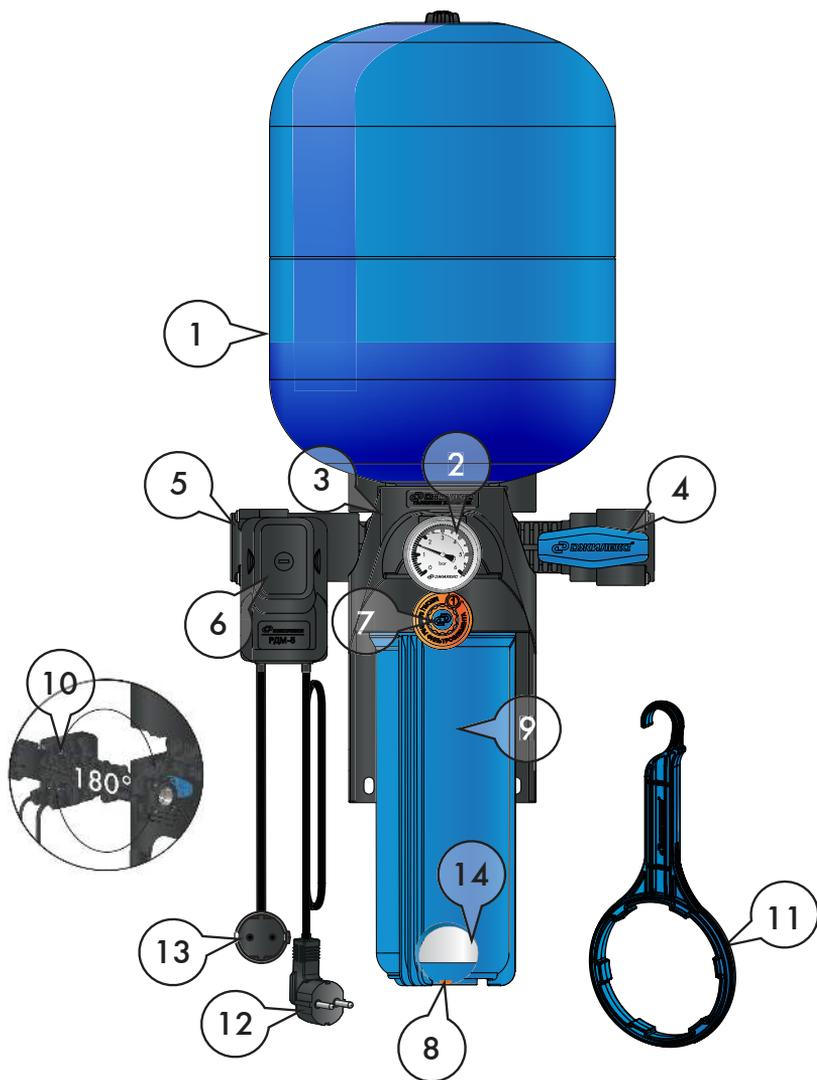

Рисунок 2
КРАБ-Т (рисунок 2) содержит стационарно закрепляемый на опорной поверхности (стене) корпус (3), являющийся базой, к нему присоединяются: - гидроаккумулятор (1) с наружной резьбой на фланце. Он навинчивается сверху на корпус, содержащий ответное резьбовое отверстие, уплотняется торцевым или радиальным эластичным уплотнителем; - пластмассовая колба (9) размером SLIMLINE 10" со сливной пробкой (8) и фильтрующим картриджем* (14). Колба картриджного фильтра имеет наружную резьбу и навинчивается снизу на корпус, содержащий ответное резьбовое отверстие, уплотняется торцевым или радиальным эластичным уплотнителем. В нижней части колбы расположена сливная пробка, уплотняемая эластичным уплотнителем. Для монтажа/демонтажа колбы к комплекту прилагается ключ (11); - манометр (2); - устройство индикации месяца замены фильтрующего картриджа (7); - съемный коллектор (10), который содержит встроенный шаровой кран (4) с резьбовым патрубком на выходе, обратный клапан с резьбовым патрубком на входе (5), присоединительный штуцер для реле давления. Коллектор содержит 3 цилиндрических патрубка и вставляется в ответные отверстия корпуса с возможностью обеспечить подачу воды слева направо или справа налево, уплотняется эластичным уплотнителем, фиксируется на корпусе винтами; - реле давления РДМ – 5 (6). К реле присоединены кабель с вилкой (12) для подключения к электросети и кабель с розеткой (13) для подключения насоса к выходу реле. Реле устанавливается на коллекторе.